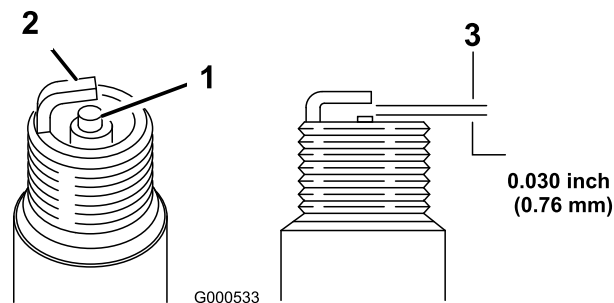

Figura 24
5. Regolate la distanza tra gli elettrodi della candela a 0,76 mm, come illustrato in Figura 24.